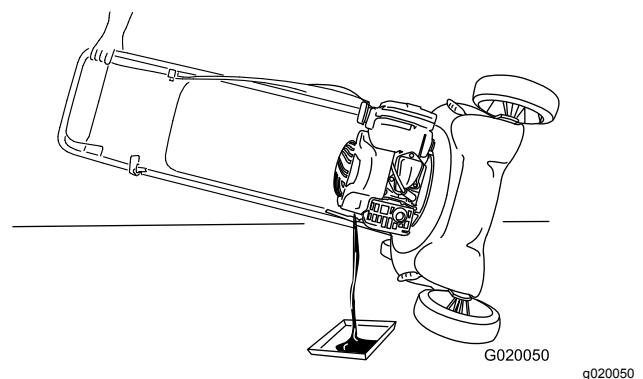

Figura 21
4. Incline o cortador para o lado (de forma a que o filtro de ar fique voltado para cima) para drenar o óleo utilizado para fora do tubo de enchimento do óleo (Figura 21).